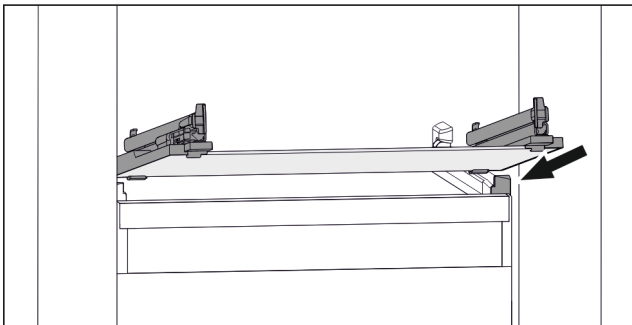

Fig. 113 Reprezentare exemplificativă a plăcii de sticlă
- ▶ Așezați placa de sticlă oblic în spatele opritoarelor. (vezi Fig. 113)